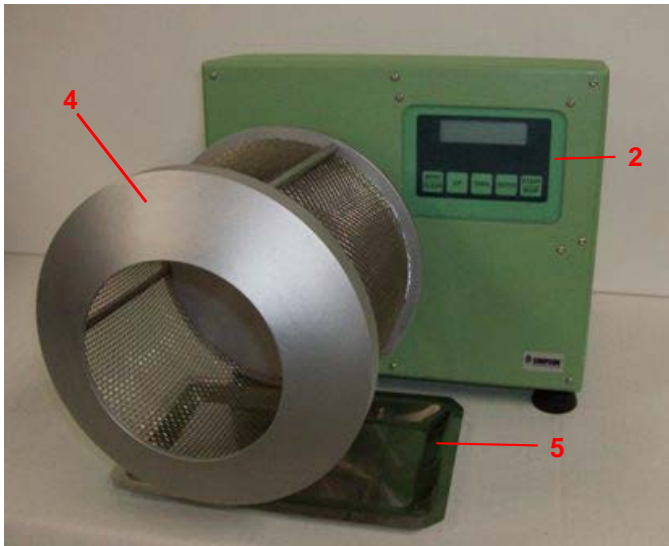

Abbildung 8: Frontansicht mit Rotier Trommel und Auffangschale
3. Legen Sie die vorgesehene Auffangwanne unter das Gerät (Teil 5,Abbildung 8) unter rotations Trummel.